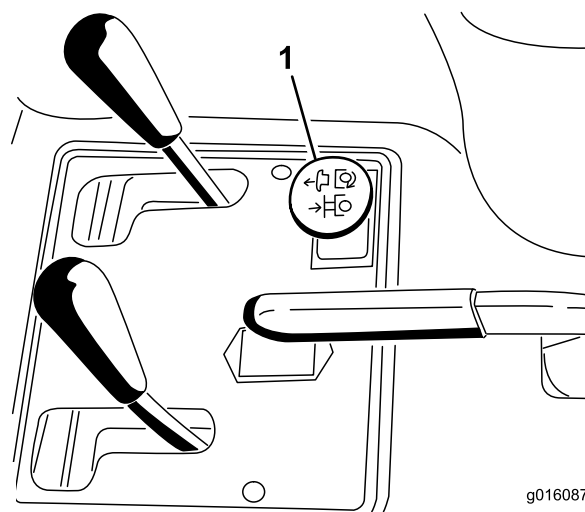

Figura 19
3. Engate a lâmina puxando o manípulo de controlo da hidráulica remota para cima (Figura 19).
- Engate a lâmina puxando o manípulo de controlo da hidráulica remota para baixo (Figura 19).